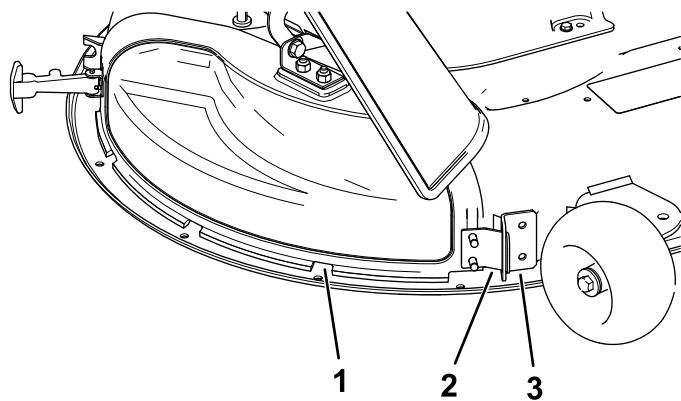

**Figura 13**
3. Introduzca la pestaña metálica de la tapa de descarga en la ranura del soporte que está soldado a la carcasa de corte (Figura 13).